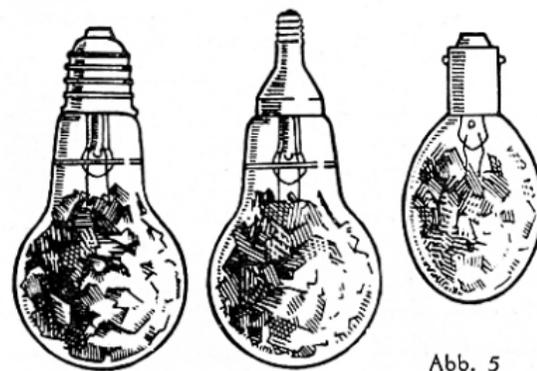

Abb. 5
federnde Kontaktplatte werfen, s. Abb. 4. Jede Blitzlampe muß nun so eingesteckt werden, daß ihr Bodenkontakt mit dieser Kontaktplatte Berührung hat und sie etwas nach innen drückt. Wenn der Druck auf den Bedienungsknopf (7) des Schnellspanners nachläßt, schließt sich der Schnellspanner und hält die Blitzlampe fest. Er ist im übrigen für alle Blitzlampen geeignet, ganz gleich welcher Größe und mit welchem Sockel, s. Abb. 5. Soll die Blitzlampe entfernt werden, genügt ein Druck auf den Bedienungsk-